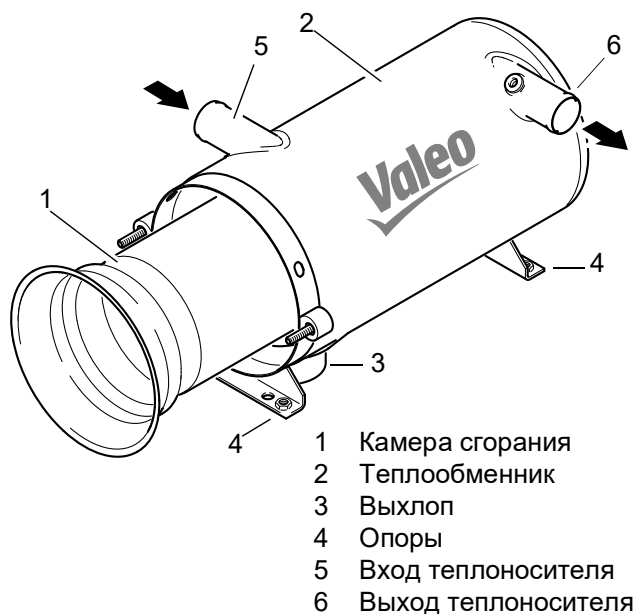

Рис. 805 Демонтаж и установка камеры сгорания
2. Вынуть камеру сгорания (1, Рис. 805) из теплообменника (2).
1. Вставить камеру сгорания (1, Рис. 805) до упора в теплообменник (2).
3. Вытащить камеру сгорания (1, Рис. 805) из теплообменника (2) (см 8.10).
4. При необходимости ослабить хомут выхлопной трубы (3).
1. Установить теплообменник (2, Рис. 805) на транспортное средство и закрепить опоры (4) с
- При необходимости закрепить выхлопную трубу на выхлопном патрубке (3) хомутом.
- Установить жидкостные шланги на входной (5) и выходной (6) патрубки и закрепить их хомутами затянутыми с усилием 6 ± 0.6 Нм.